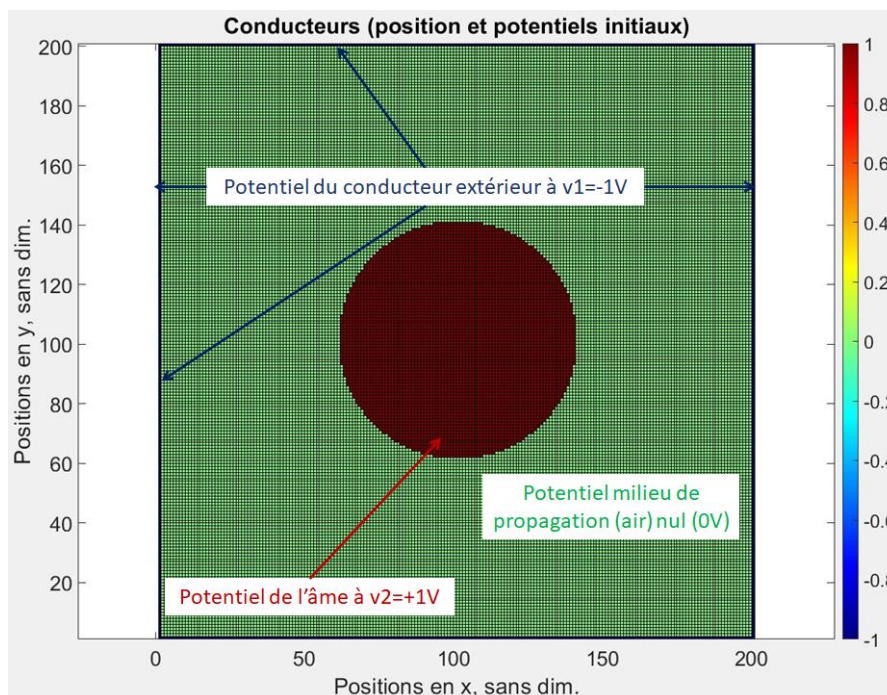
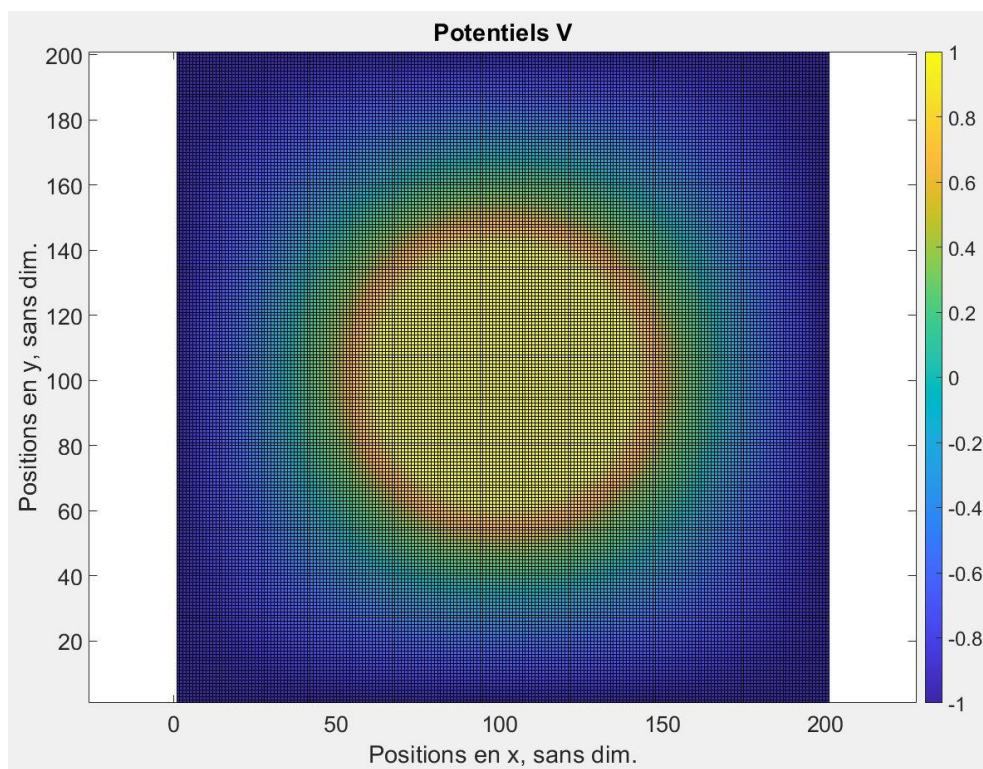
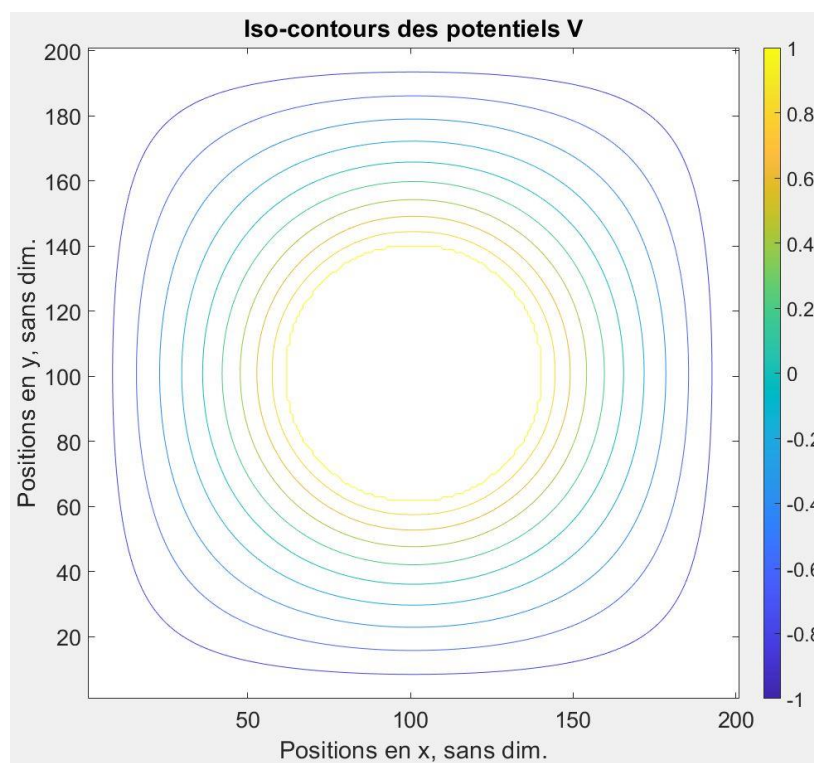

Fig. 1. Conducteurs et valeurs des potentiels (v1=-1V bleu, v2=1V rouge).
Fig. 2. Potentiels calculés dans tout le domaine de calcul pour une précision 'eps' de 0.001 et un nombre maximum d'itération 'itmax' de 10000.
Fig. 3. Lignes « iso-contour » du potentiel V (positions en x et en y en mailles).
- Définir un modèle de conducteurs portés à deux potentiels $v_1 = -1V$ et $v_2 = 1V$ (voir la Fig. 1 pour le détail), le reste des potentiels étant initialement nuls dans le reste du domaine (201 mailles x 201 mailles).
Dans ce travail, on considérera que chaque cellule discrétisée en x et en y présente une dimension unitaire (sans dimensions). Sur la base de la Fig. 1, on constate donc que les deux conducteurs concentriques sont caractérisés par un centre commun en position $x_0 = 101$ mailles / $y_0 = 101$ mailles et que les dimensions sont respectivement un rayon du cercle de $a = 40$ mailles (Fig. 1 en rouge) et $D = 201$ mailles (Fig. 1 en bleu).
- Calculer par la méthode des différences finies les potentiels dans tout le domaine de calcul représenté par les Fig. 3 et Fig. 4 suivantes. On utilisera une précision 'eps' de 0.001 et on maximisera le nombre de passage dans la boucle à 'itmax' = 10000. **Afficher en commentaire dans votre script le nombre effectif de passages dans la boucle de calcul du potentiel.**
- Réaliser des figures similaires à Fig. 1, Fig. 2 et Fig. 3.